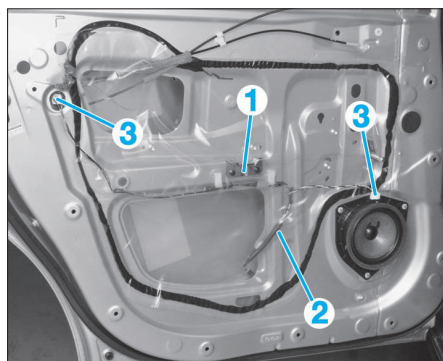

FIG. 43
- le support (1) (2 vis) (fig. 43).
- la feuille d'insonorisation (2).